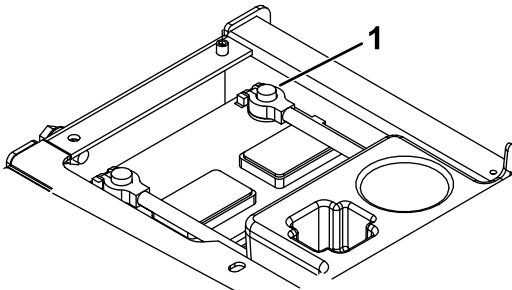

图 8
11. 拆下并丢弃现有的负极 (-) 电池接线夹螺栓（图 8）。